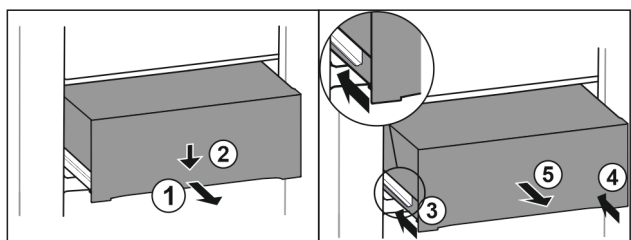

Fig. 217
- Zásuvku napůl vytáhněte. Fig. 217 (1)
- Stlač'te zásuvku na přední straně dolů. Fig. 217 (2)
- Zasuňte levou kolejničku přibližně do 2 cm. Fig. 217 (3)
- Zasuňte pravou kolejničku přibližně do 2 cm. Fig. 217 (4)
- Vyjměte zásuvku dopředu. Fig. 217 (5)